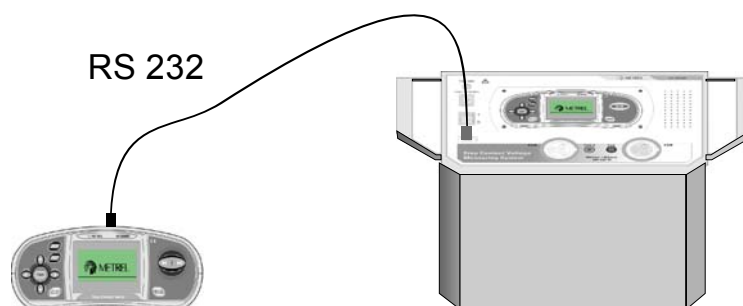

Abbildung 7.8: Anschluss der Instrumente während der Synchronisierung
Für Anschlüsse der Instrumente siehe *Abbildung 7.8*.
- Um die gespeicherten Ergebnisse für den Erdungswiderstand oder den spezifischen Erdwiderstand auf dem PC anzusehen, müssen sie zunächst per Download auf das Messgerät geladen werden. Um die Ergebnisse zu laden, wählen Sie die Erdungsergebnisse im Menü Synchronisieren. Nach dem Download der Ergebnisse werden die gespeicherten Ergebnisse der Station automatisch gelöscht. Für Anschlüsse der Instrumente siehe *Abbildung 7.8*.